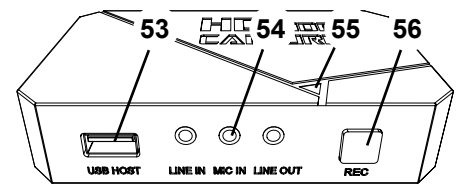

Fig. 35
- ⇒ Pulse la tecla REC (56, Fig. 35) de la grabadora de vídeos HDMI.
- ◆ El LED de señalización (55, Fig. 35) se ilumina en color rojo.
- ⇒ Introduzca el cable del micrófono de los auriculares (conector rosa) en la conexión MIC IN (54, Fig. 35) (marca rosa).